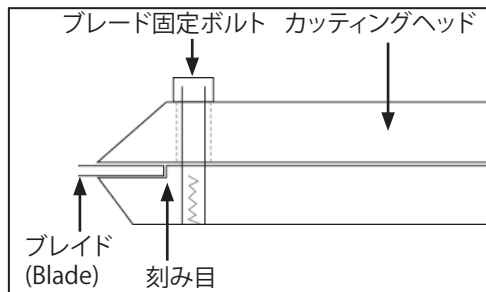

図 7
2. ブレードをカuttingヘッドの刻み目の奥まで差し込み (図 7)、ボルトをしつかりと締めます。